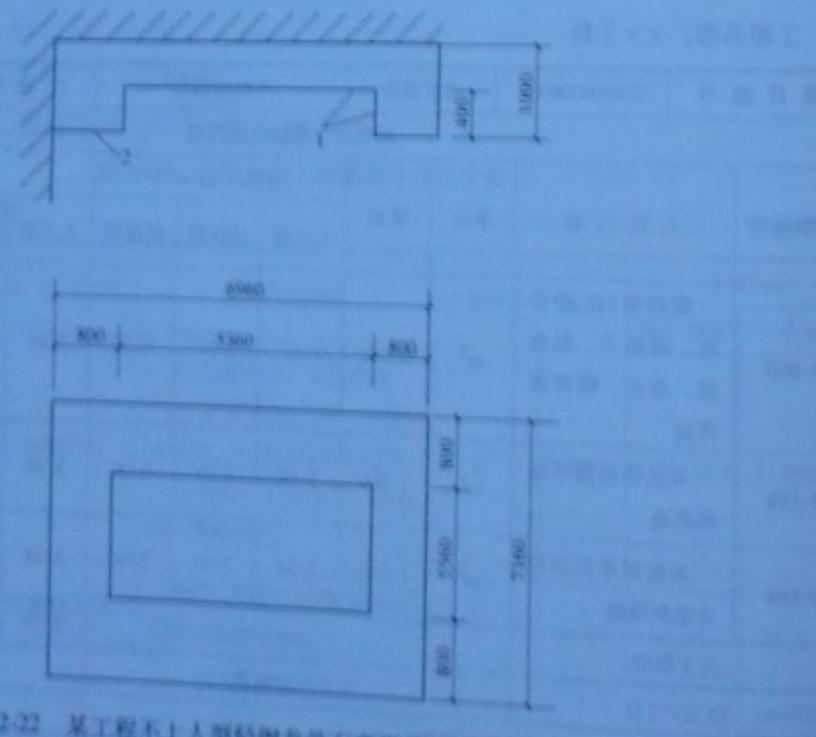

图 2-22 某工程不上人型轻钢龙骨石膏板吊顶平面及剖面图
**【例 2-22】** 某工程有一套三室一厅商品房，其客厅为不上人型轻钢龙骨石膏板吊顶，如图 2-22 所示，龙骨间距为 450mm × 450mm。